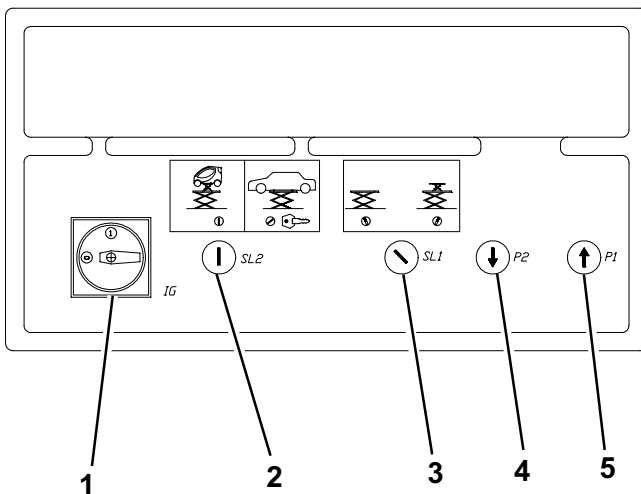

Fig. 22
5.5 Funzionamento del sollevatore (Rif. Fig.22)
5.5 Machine operation (Refer to Fig.22)
5.5 Funcionamiento del levantador (Ref. Fig. 22)
5.5 Maschinenbetrieb (Bez. Abb. 22)
5.5 Fonctionnement du pont élévateur (Réf. Fig. 22)